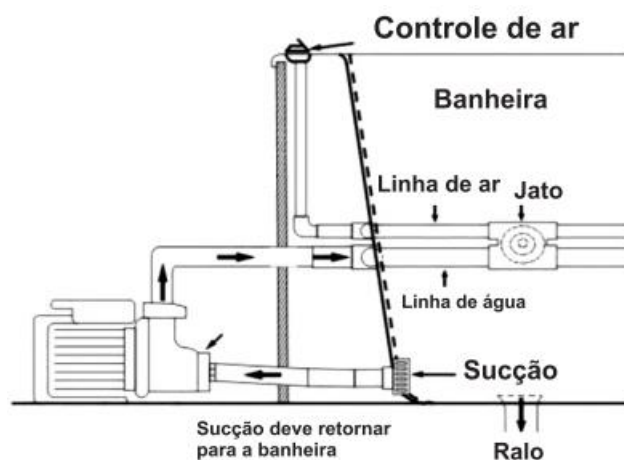

Figura 1 – Instalação da motobomba na casa de máquinas da hidromassagem
- É necessário que a motobomba sempre trabalhe posicionada abaixo do nível da água, para que o sistema de circulação possa sempre estar com água, conforme figura 1.
- A entrada de água na bomba será dada através do ponto de sucção instalado no mesmo nível da bomba, conforme a figura 1. A saída de água será sempre acima da bomba, conforme figura 1;